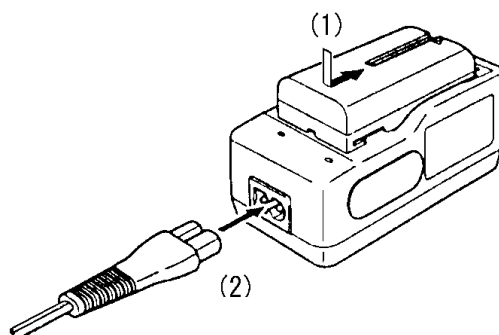

図3-29 充電器
1. 充電器にバッテリーパックを取り付けます。(図3-29の1)
(図3-29の2)